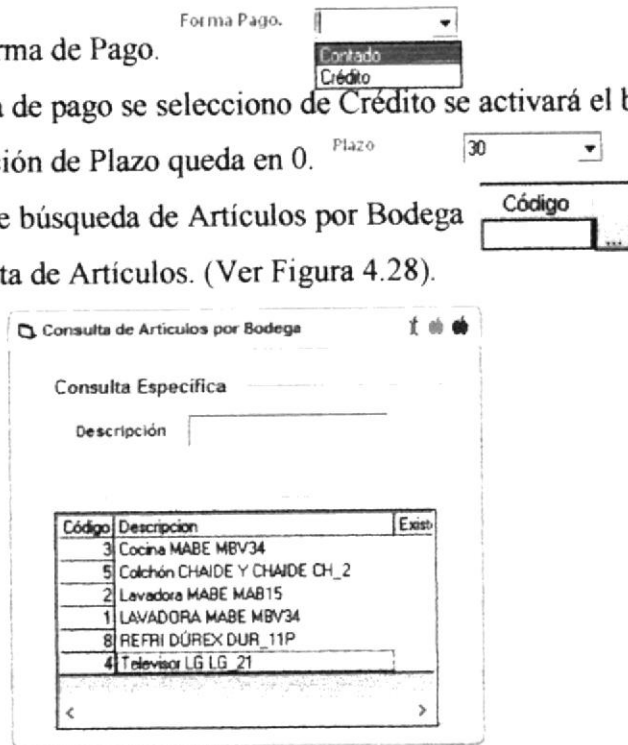

Figura 4.28 Pantalla de Consulta de Artículos por Bodega
7. De clic en el botón de búsqueda de Artículos por Bodega y aparecerá la pantalla de consulta de Artículos. (Ver Figura 4.28).
8. Elija el artículo dando doble clic en la descripción de este en la Pantalla "Consulta de Artículos por Bodega" (Ver Figura 4.28) y volverá automáticamente a la pantalla anterior con todos los datos de dicho artículo. (Ver Figura 4.29)